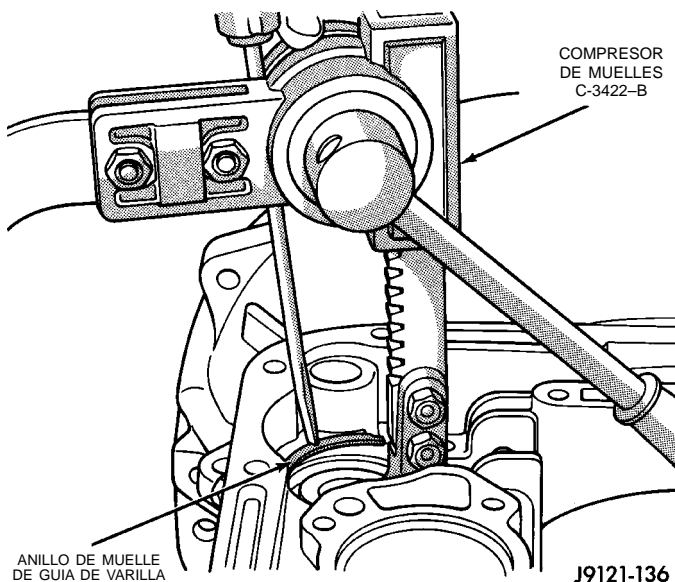

Fig. 116 Compresión de la guía de varilla del servo delantero
(33) Comprima la guía de varilla del servo delantero aproximadamente 3 mm (1/8 de pulgada) con el Compresor de muelle de válvula C-3422-B (Fig. 116).